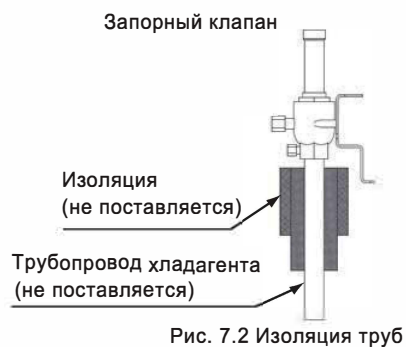

Рис. 7.2 Изоляция труб
- Изолируйте трубы хладагента, как показано на рис. 7.2. После подключения трубопровода хладагента изолируйте его трубы с помощью изолирующего материала, который не идет в комплекте. Полностью изолируйте стыки и накидные гайки в местах соединения труб. Полностью изолируйте трубопровод жидкости и газа, чтобы избежать снижения производительности и образования росы на поверхности трубы.